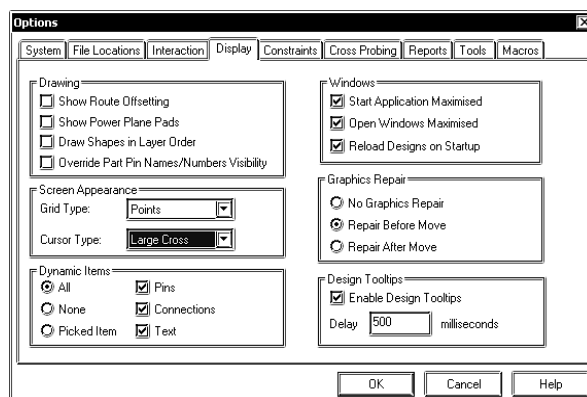

Рис. 23. Смена вида указателя мыши.
2. В появившемся окне Options перейдем на вкладку Display (рис. 23).